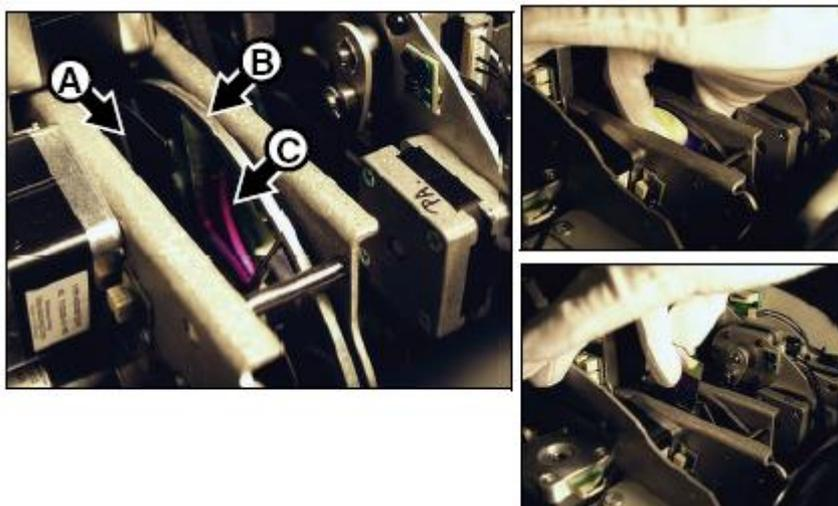

Рисунок 22. Снятие светофильтра
3. См. рисунок 22. Снимите одно из гобо с левого колеса гобо А, как описано в разделе «Замена вращающихся гобо» на стр. 22 (убедившись, что магнит находится напротив точки отсчета), так чтобы у вас был доступ к обеим сторонам колеса светофильтров В.